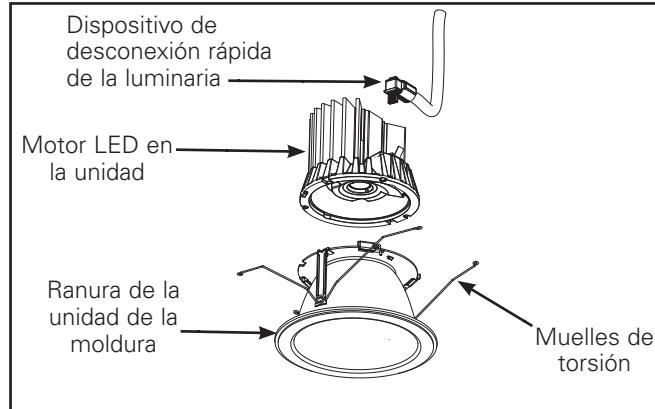
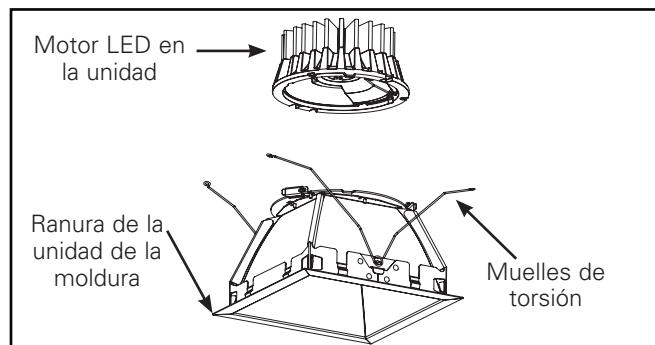

Figura 5.
Figura 6.
4. La figura 5 y figura 6 representan el módulo LED y la moldura de distribución media.